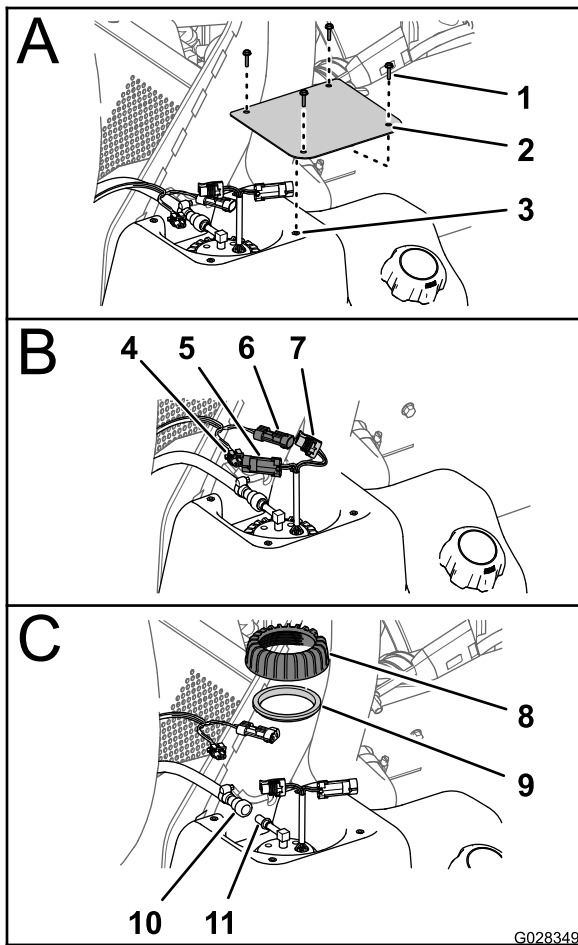

Figura 61
2. En el depósito de combustible, retire los 4 tornillos (Nº 10 x ¾") que sujetan la tapa a la parte superior del depósito de combustible, y retire la tapa (Figura 61).
- Desconecte el conector hembra de 2 vías del arnés de cables de la máquina del conector de 2 pines de la bomba de combustible/sensor; desconecte el conector de 2 pines del arnés de cables de la máquina del conector hembra de 2 vías de la bomba de combustible/sensor (Figura 61).
de la bomba de combustible/sensor y retire el acoplamiento y la manguera del conector (Figura 61).
- Gire la tuerca de la bomba de combustible/sensor en sentido antihorario y retire la contratuerca y la junta (Figura 61).